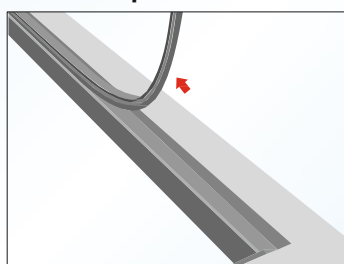
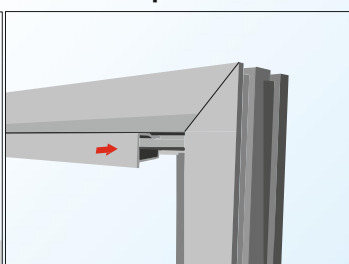

рис. 3
рис. 4
- С нижнего порога снимите магнитную уплотнительную резину (рис. 3) и вставьте, путем вдавливания до щелчка дополнительный алюминиевый профиль (рис. 4) идущий в комплекте.